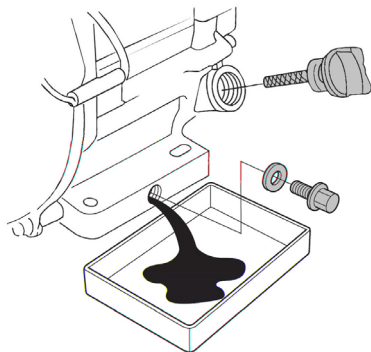

Рис. 20 Замена моторного масла
3. Извлеките крышку-щуп (Рис. 20) из маслозаливной горловины.
- (1) Техническое обслуживание должно осуществляться более часто, при работе в пыльных условиях.
- (2) Эти пункты должны осуществляться в авторизованном сервисном центре.
4. Открутите (Рис. 20) сливной болт и слейте отработанное масло в подготовленную для этого емкость.